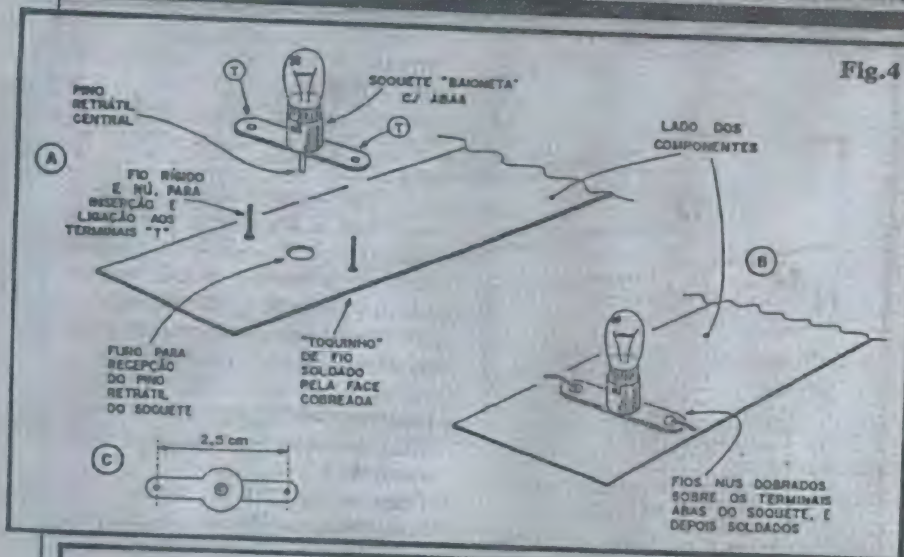

Fig. 4
- FIG. 4 - DETALHAMENTO DA FIXAÇÃO E LIGAÇÃO DOS SOQUETES - É muito importan-
- 4-C - Observar (isso é IMPORTANTE...) que, para as "coisas darem certo", mecânica e eletricamente, a distância entre os centros dos furos/terminais nas abas dos soquetes deve ser de exatamente 2,5 cm., para garantir um acoplamento perfeito aos fios previamente soldados à placa (conforme fig. 4-A). Se, eventualmente, o Leitor/Hobbysta não conseguir obter os recomendados soquetes (eles são muito comuns, entretanto...), terá que fazer, antes da fixação/ligação, alguma adaptação, eventualmente pela pré-